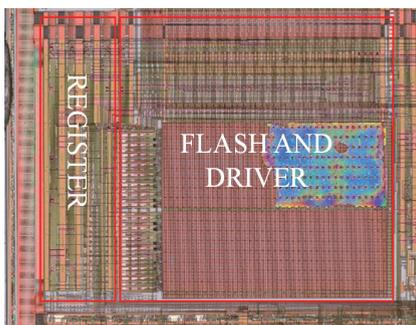

图3: 芯片架构分析
在完成封装分析后，通过精密的样品制备流程去除封装材料，就可以开展芯片的全局规划分析，如图3所示。这一层面的研究成果为设计工程师提供了完整的芯片架构洞察，包括电源网络设计、时钟树分布和模块布局策略等关键信息。借助高分辨率的光学显微镜 (OM) 和电子显微镜 (SEM) 对顶层金属进行成像与分析，我们可以深入理解设计者在全局规划层面的技术思路。这一阶段需要重点关注电源网络的金属宽度与密度分布，这直接影响芯片的 IR Drop 性能；同时要分析时钟树的布线拓扑，理解其时序控制策略；还需要观察数据总线与模拟 / 数字模块间的物理隔离方案，评估其信号完整性设计水平。这些宏观规划决策在很大程度上决定了芯片的最终性能表现与可靠性水平，